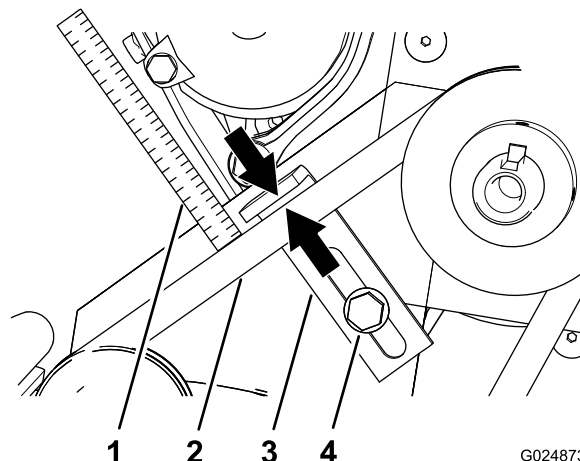

Figura 26
Nota: Si la distancia es superior o inferior a 6 mm (1/4 pulgada), ajuste la guía de la correa (Figura 26); consulte Ajuste de la guía de las correas (página 20).
- Mida la distancia entre la correa y la guía de la correa (Figura 26).
- Afloje el perno de cabeza hexagonal con arandela prensada que sujeta la guía de la correa a la chapa del motor (Figura 26).
- Manteniendo la parte superior de la guía de la correa paralela a la correa, mueva la guía de la correa para acercarla o alejarla de la correa hasta que la distancia sea correcta (Figura 26).
- Apriete el perno de cabeza hexagonal con arandela prensada que sujeta la guía de la correa a la chapa del motor (Figura 26).